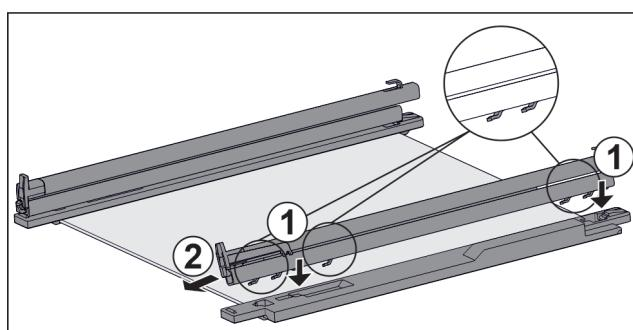

Fig. 115 Staklena ploča s vodilicama i pridržnim dijelovima
- ▶ Stavite kuke vodilice na otvore **lijevog** pridržnog dijela. Fig. 115 (1)
- ▶ Skinite vodilicu prema naprijed. Fig. 115 (2)
- ▶ Stavite kuke vodilice na otvore **desnog** pridržnog dijela. Fig. 115 (1)